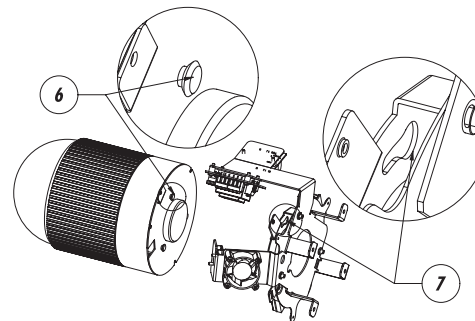

Fig. 3
- (Fig. 3) Allineare i 3 perni (6) presenti sul fondo della dome con i fori - asole (7) della piastra. Una volta centrati effettuare una leggera rotazione della dome finché i perni verranno bloccati nelle rispettive asole. A questo punto è possibile fissare la vite di sicurezza il cui foro risulterà allineato.
- (Fig. 3) Aligner les 3 goujons (6) installés sur le fond du dôme avec les orifices-fentes (7) de la plaque. Après les avoir centrés, faire subir au dôme un léger mouvement de rotation jusqu'à bloquer les goujons dans les fentes correspondantes. Fixer ensuite la vis de sûreté dont l'orifice est aligné.
- (Fig. 3) Align the 3 pins (6) on the base of the dome with the keyhole slots (7) on the plate. When they have been centred, turn the dome slightly until the pins are locked into their respective slots. At this point the hole for the safety screw will be aligned so that the screw can be inserted.
- (Fig. 3) Richten Sie die 3 Stifte (6) im Boden der Dome an den Löchern – Langlöchern (7) der Platte aus. Danach die Dome leicht drehen, bis die Stifte in den zugehörigen Langlöchern festsitzen. Nun kann die Sicherheitsschraube befestigt werden, deren Loch nun korrekt ausgerichtet ist.